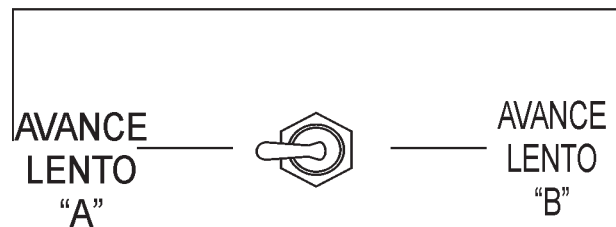

Figura 43. Interruptor de avance lento del cilindro manual
2. Gire y mantenga el **interruptor manual de marcha lenta del cilindro** (Figura 43) en la posición **AVANCE LENTO "A"** ó **AVANCE LENTO "B"** para probar la presión de ese cilindro.